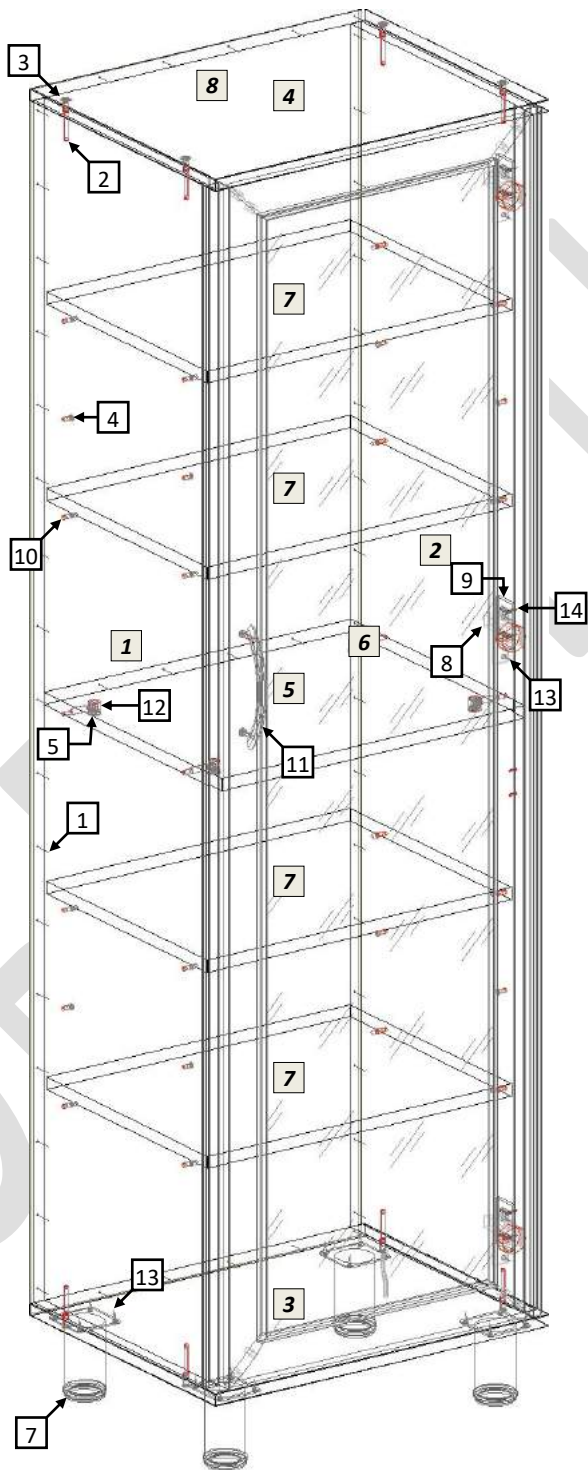

рис.1
- 5.1 Распаковав шкаф, внимательно ознакомьтесь со схемой сборки, изображённой на рис.1. Согласно позициям на схеме и комплектовочной ведомости определите расположение деталей в изделии и порядок их сборки. Сборка производится на ровном полу, укрытом материалом, предотвращающим повреждение покрытия пола и деталей мебели. Подготовьте необходимые для сборки инструменты – плоскую и крестовую отвёртки, молоток, рулетку или линейку, шуруповёрт.